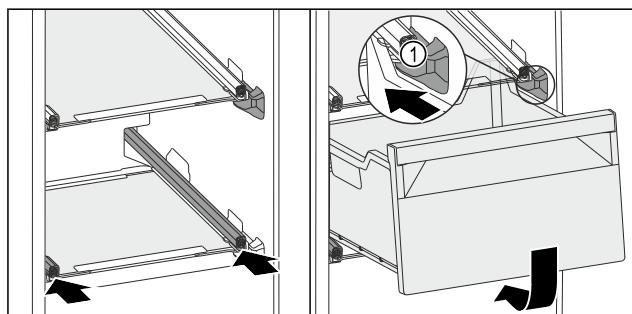

Fig. 138
- Обвести висувний ящик навколо стопора Fig. 138 (1).